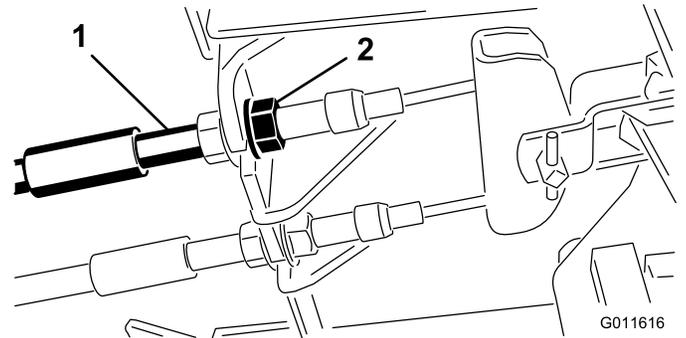

図 69
1. 遊びを減らすブレーキを締めるには、ブレーキケーブルのネジ山の前ナットをゆるめ、後ろのナットを締める(図 69)。